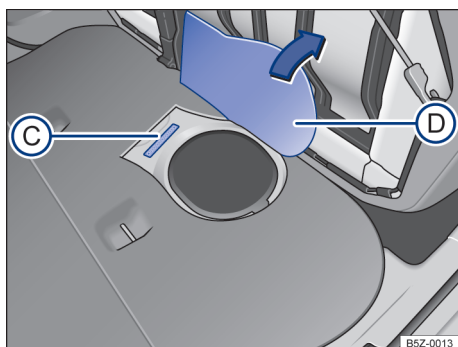

Fig. 169 Debaxo do banco traseiro sob o revestimento do assoalho (D): número de identificação do veículo (C).
O número de identificação do veículo está localizado debaixo do banco traseiro sob o revestimento do assoalho → Fig. 169 (C). Para encontrar o número de identificação do veículo, rebater o banco traseiro e levantar o revestimento do assoalho → Fig. 169 (D).